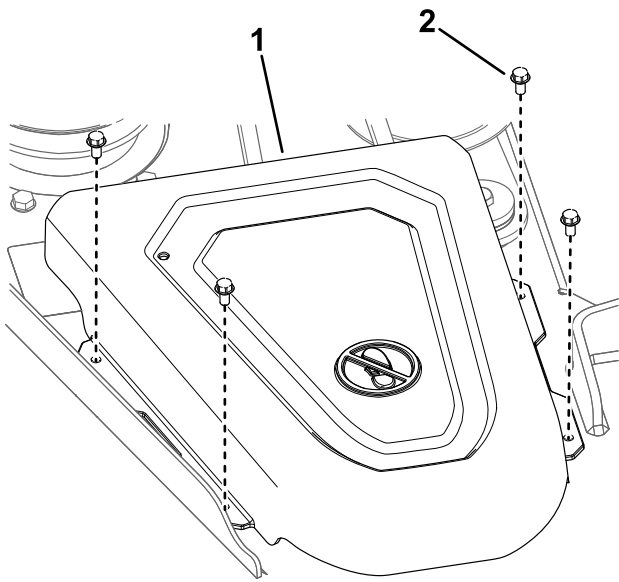

Figura 7
3. Retire los 4 tornillos que sujetan la cubierta derecha de la correa, y retire la cubierta de la correa (Figura 7).